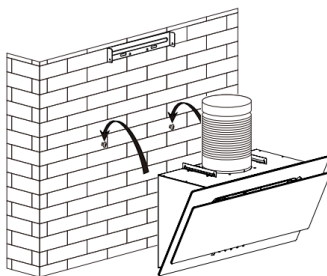

Рис.4
6. Повесьте вытяжку на стену, отрегулируйте её положение и зафиксируйте двумя страховочными винтами ST 4x30. См. Рис. 4.